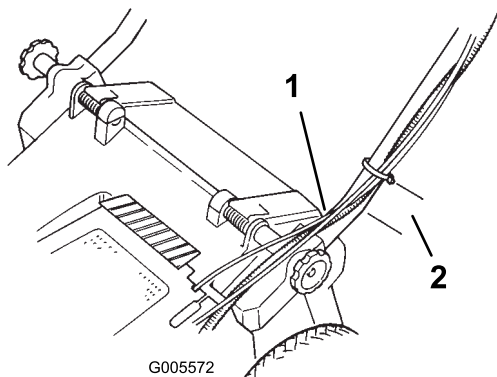

Figure 5
7. Placez le serre-câble à 25 mm du coude du mancheron, comme indiqué à la Figure 5.